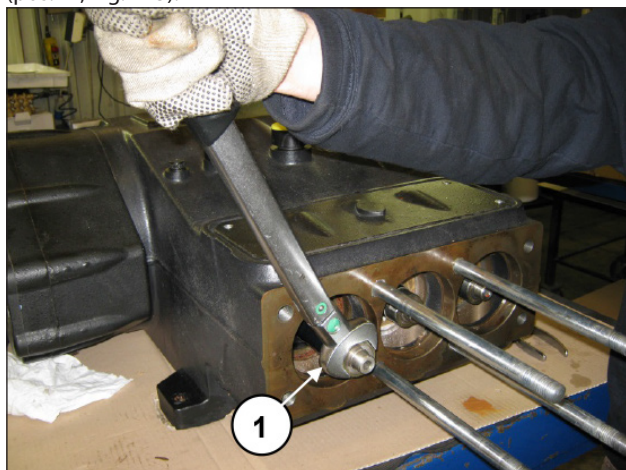

Fig. 125
Montar el distanciador del pistón sobre la bomba y apretar (pos. ①, Fig. 125).